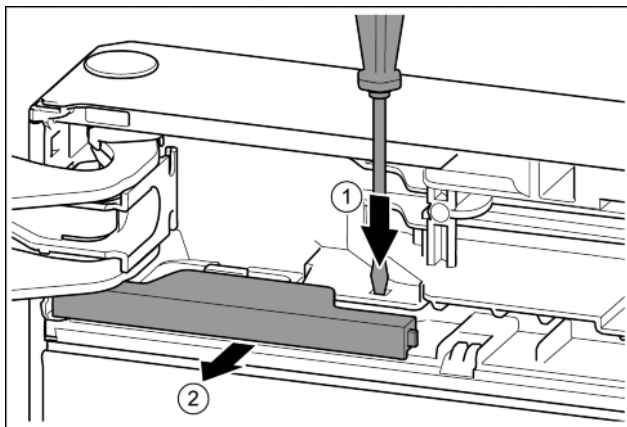

Fig. 9
- ▶ Plochým šroubovákem lamelu přitlačte. Fig. 9 (1)
- ▶ Kryt vytáhněte ze zářezky. Fig. 9 (2)